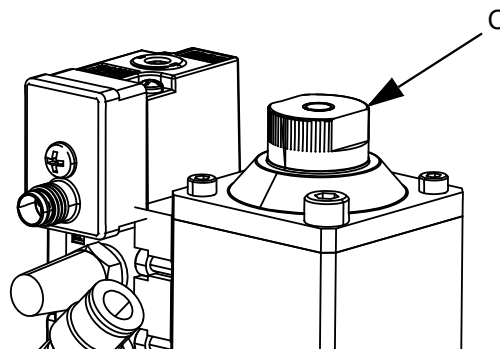
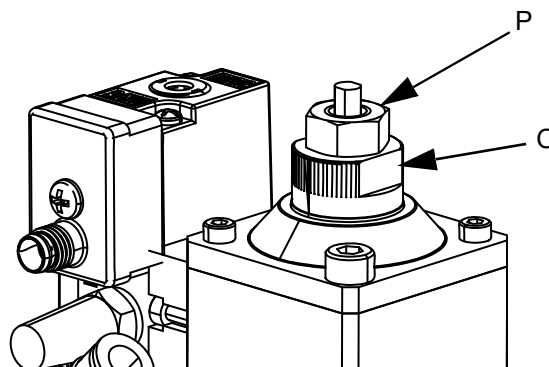

FIG. 8
FIG. 9
Il dado di regolazione (C) posto nella parte superiore della valvola può regolare la corsa di apertura della valvola di erogazione. Ciò limita il flusso di materiale passante attraverso ugello e sede. Vedere FIG. 8.
1. Ruotare il dado di regolazione (C) in senso orario finché la valvola non resta chiusa. Vedere FIG. 8. Per le valvole ad aspirazione posteriore, ruotare il dado di regolazione (C) in senso antiorario per ridurre la corsa di apertura della valvola. Vedere FIG. 9.
2. Aprire lentamente il dado di regolazione (C), quindi avviare il ciclo della pressione dell'aria finché non si ottiene il flusso desiderato.
3. Se la valvola dispone di un ugello di aspirazione posteriore, serrare il controdado (P) per mantenere in posizione il dado di regolazione (C). Vedere FIG. 9.